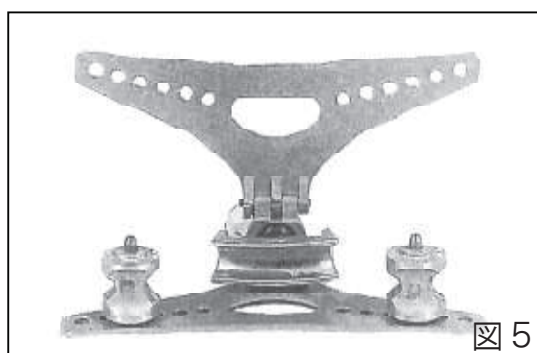

図5
3. オープンフレームを開き、曲げ加工する管のサイズに合ったベンディングシュューを選定してキャップに差し込んでください。またピボットシュューも取り付け位置を選定し適合受け面を合わせてセットしてください。(図5)